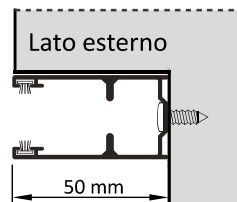

Fig. 4
3. Verificare che le guide laterali siano fissate in modo ottimale alla muratura e che le teste delle viti di fissaggio non sporgano all'interno della guida (**vedi fig. 4**).
4. Rimuovere il rullo avvolgitore dal cassonetto. Misurare il diametro del *rullo avvolgitore* (5), verificare che sia  $\varnothing 60$  mm oppure  $\varnothing 70$  mm e che il suo spessore sia idoneo a supportare il peso del telo frangisole senza subire flessioni.
5. Inserire il telo tapparella all'interno del cassonetto; svolgendolo con attenzione farlo scorrere all'interno delle guide laterali fino a portare la *fascia* (9) inferiore in appoggio alla soglia inferiore.
6. Inserire all'interno del *rullo avvolgitore* (5) dalle rispettive estremità: il motore elettrico se previsto (oppure l'asse di trazione dell'argano) e il tappo con l'asse. Agganciare il *rullo* (5) ai supporti del cassonetto assicurandosi che sia il supporto motore (o dell'argano) che il supporto cuscinetto vincolino, in modo rigido ed efficace, il rullo in tutte le direzioni (**poiché il sistema è dotato di attacchi Superblock antisollevamento è necessario che il rullo sia vincolato sia alla trazione dovuta al peso del telo che alla spinta verticale verso l'alto in caso di tentativo di sollevamento**).
7. Se il diametro del *rullo avvolgitore* (5) è  $\varnothing 70$  mm saltare al punto 8.